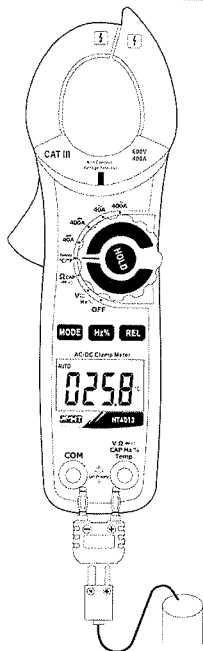

Fig. 8: Uso de la pinza para medida de Temperatura
3. Inserte la sonda tipo K en dotación en los terminales de entrada **VΩ→)CAPHz%Temp** y **COM** mediante el adaptador, respetando la polaridad mostrada en Fig. 8. El valor de la temperatura se muestra en pantalla